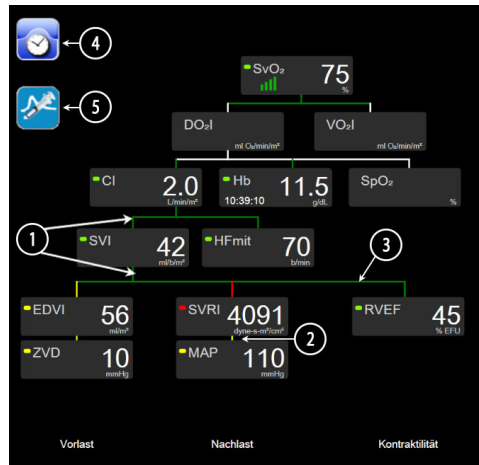

Abbildung 5-14 Bildschirm „Physiologiebezogene Bereiche“ während der Überwachung mit dem HemoSphere Swan-Ganz-Modul
- 2 Die senkrechten Linien, die zwei Parameter direkt verbinden, werden in derselben Farbe angezeigt wie das untere Parametersymbol (z. B. zwischen SVRI und MAP in Abbildung 5-14).
- 4 Die linke Leiste wird angezeigt, nachdem eine Bolusserie durchgeführt wurde. Tippen Sie auf das Symbol „Uhr/Kurve“, um die eventuell vorhandenen historischen Daten anzuzeigen (siehe Abbildung 5-14).
HINWEIS Das in Abbildung 5-14 gezeigte Beispiel entspricht dem Bildschirm während der Überwachung mit einem HemoSphere Swan-Ganz-Modul. Anzeigeart und angezeigte Parameter können sich in den verschiedenen Überwachungsmodi unterscheiden. Bei einer Überwachung im FloTrac Sensor-Überwachungsmodus wird beispielsweise HF_{mit} durch PR, PPV und SVV ersetzt (sofern konfiguriert) und EDV sowie RVEF werden nicht angezeigt.